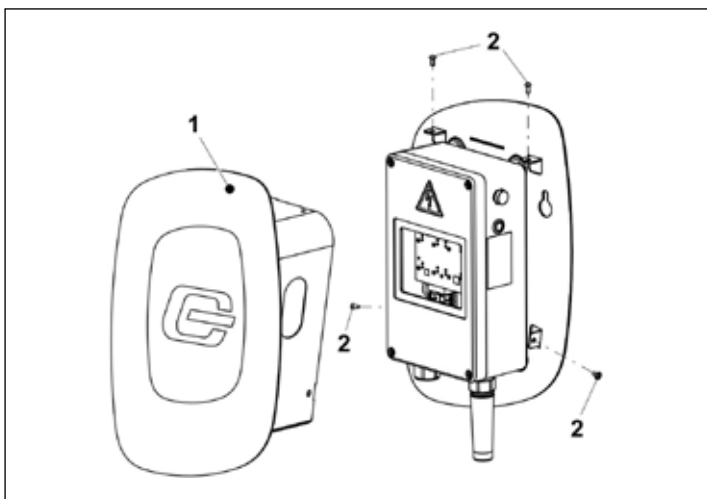

Abbildung 6: e.GO Wallbox home mit Abdeckhaube
9. Die Abdeckhaube (Abb. 6/1) aufsetzen und mit den vier Schrauben M4x6 (Abb. 6/2) festschrauben (1,8 Nm). Die vier Schrauben sind Beipackzubehör.